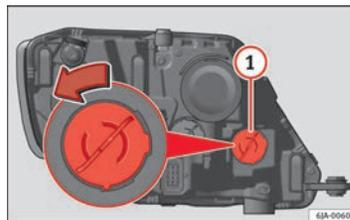

Fig. 151 Sostituzione della lampadina degli indicatori di direzione
- Girare il portalampada ⇒ fig. 151 ① in senso antiorario e toglierlo.